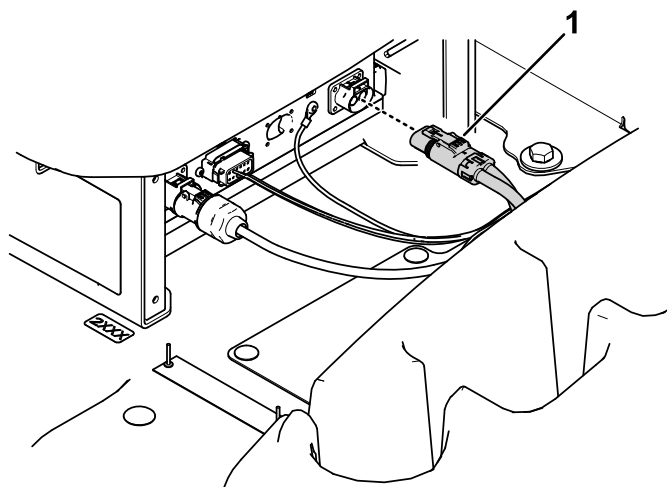

Figura 15
3. Retire o conector de alimentação CC do carregador (Figura 15).
2. Instale o conector de alimentação CC no carregador (Figura 15).